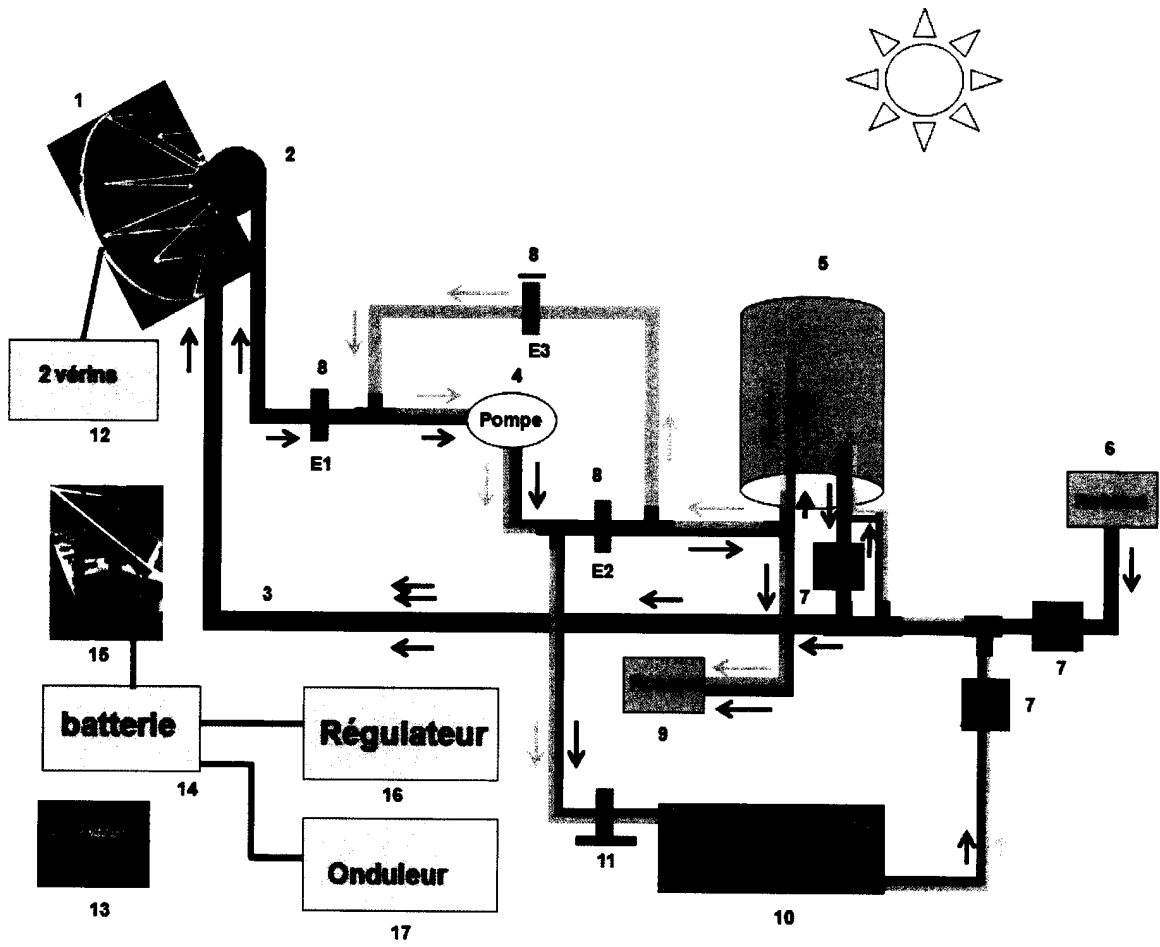

Figure 1 :
Tel que visible dans la figure 1, ce système comprend au moins : un miroir parabolique (1), qui concentre le rayonnement solaire au niveau du radiateur (2), ce dernier est alimenté en eau de robinet grâce au circuit d'eau (3), l'eau voit sa température augmenter, cette dernière est aspirer par la pompe (4) pour quelle soit stocké dans la citerne (5), le circuit est alimenté avec un robinet d'eau froide(6) en entré, ou' un clapet anti- retour(7) est placé pour empêcher l'eau d'y circuler d'y ressortir, le circuit comprend aussi des électrovannes(8) qui permettent de fermer et d'ouvrir des parties du circuit, l'utilisateur peut alors utiliser l'eau chaude produite en ouvrant le robinet de sortie(9), ou en actionnant le radiateur de chauffage(10), par l'ouverture de la vanne manuelle(11) qui se situe près de lui, la parabole suit le soleil tout au long de la journée, grâce a deux vérins électriques(12) contrôlé par un circuit électronique « suiveur solaire »(13), le 1^{er} fait tourner la parabole suivant l'axe horizontal et l'autre suivant l'axe vertical, ces vérins sont alimenté par des batteries(14), ces derniers sont recharger grâce au panneau photovoltaïque(15), en passant par régulateur(16), la pompe susmentionné, elle aussi est alimenté avec les batteries en passant par un onduleur(17).